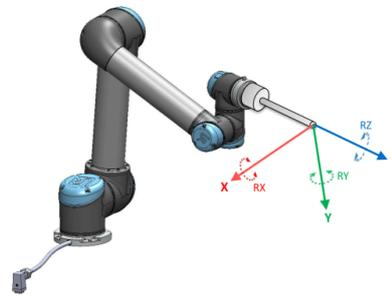

Abbildung 16.2: Tool (TCP)-Funktion
- Der Ursprung der Werkzeugfunktion liegt im Zentrum des aktuellen TCP (siehe Abbildung 16.2)